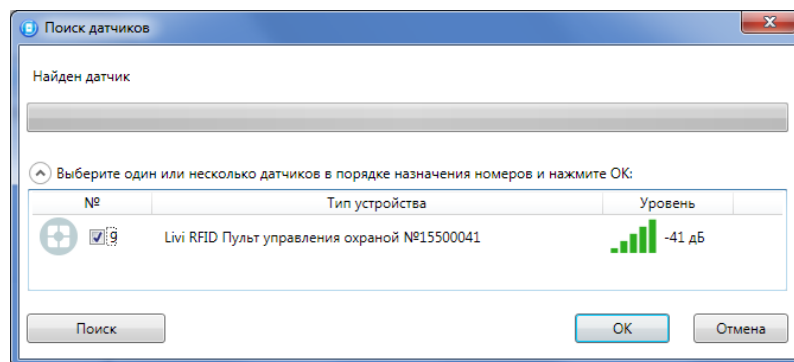

Рисунок 4.38 — Поиск радиоустройства
4. В следующем окне (см. рисунок 4.38) будет отображен список устройств, доступных для связывания в радиусе действия радиоканала. Если подключаемого устройства нет в списке, то его следует повторно перевести в режим связывания (любое устройство серии Livi находится в режиме связывания ровно 60 секунд).